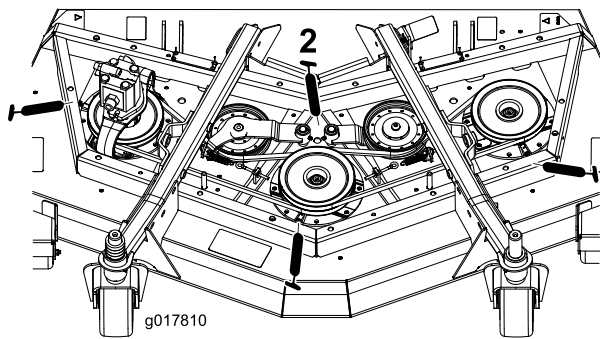

Bild 39
- Spindelwellenlager (3) (unter der Riemenscheibe) (Bild 39)
- Spannarm-Drehbüchsen (2) (Bild 39)